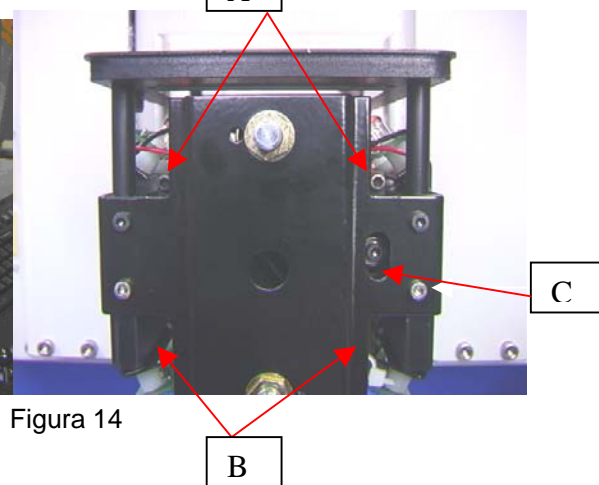

Figura 14
16. Aflojando los tornillos superiores (A) y apretando los tornillos inferiores (B), se ajusta el prisma hacia abajo. Figura 14
17. Aflojando los tornillos inferiores (B) y apretando los tornillos superiores (A), se ajusta el prisma hacia arriba.
18. Aflojando el tornillo central derecho (C) es posible hacer girar el prisma sobre el eje Y. Una vez completada la alineación, vuelva a colocar la cubierta, vuelva a colocar los cuatro tornillos, vuelva a colocar los botones, ajuste los botones de ajuste de la iluminación y apriete los tornillos prisioneros.